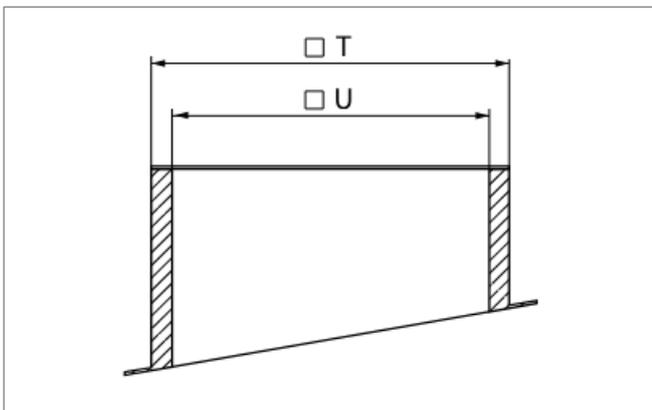

Рис. 4: Рекомендованные размеры монтажного основания
- Проем (размер U) в кровле должен быть достаточным для прохода нижней части агрегата (См. рекомендованные размеры монтажного основания на рис. 4)
- Наружный размер (размер T) должен быть не больше размеров устанавливаемого блока для того, чтобы защитная кромка верхнего блока покрывала основание. (См. рекомендованные размеры монтажного основания на рис. 4).